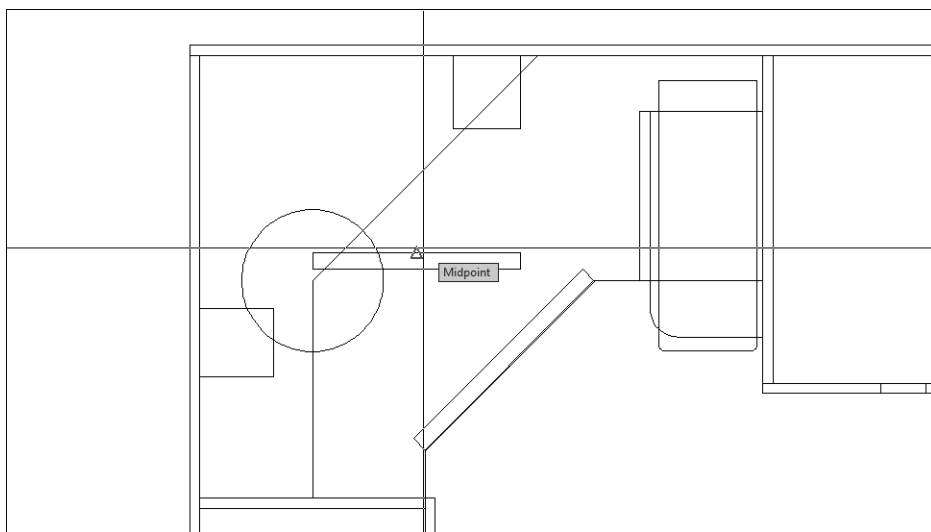

Рис. 5.18. Выбор первой точки с использованием режима привязки Midpoint
7. Переместите указатель-перекрестие к середине верхней линии только что созданного прямоугольника и, как только AutoCAD распознает среднюю точку отрезка (рис. 5.18), щелкните для захвата ее координат.